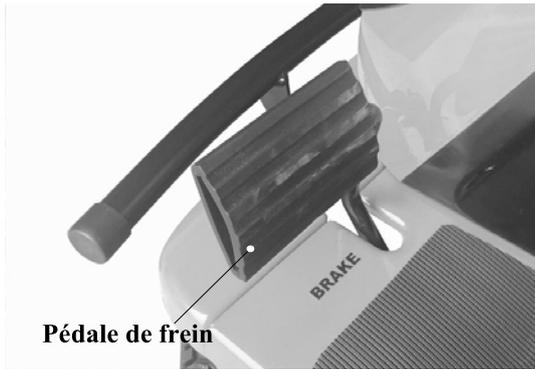

Fig 6
2. Assurez-vous que le frein de stationnement est sur ON avant de l'utiliser. (Fig 6).
24. Désengagez les lames et arrêtez-vous complètement lorsque vous avez terminé. Garez la machine en toute sécurité. Engagez le frein de stationnement (**Fig 6**). Lorsque vous quittez la machine, tournez la clé en position éteinte et retirez-la.